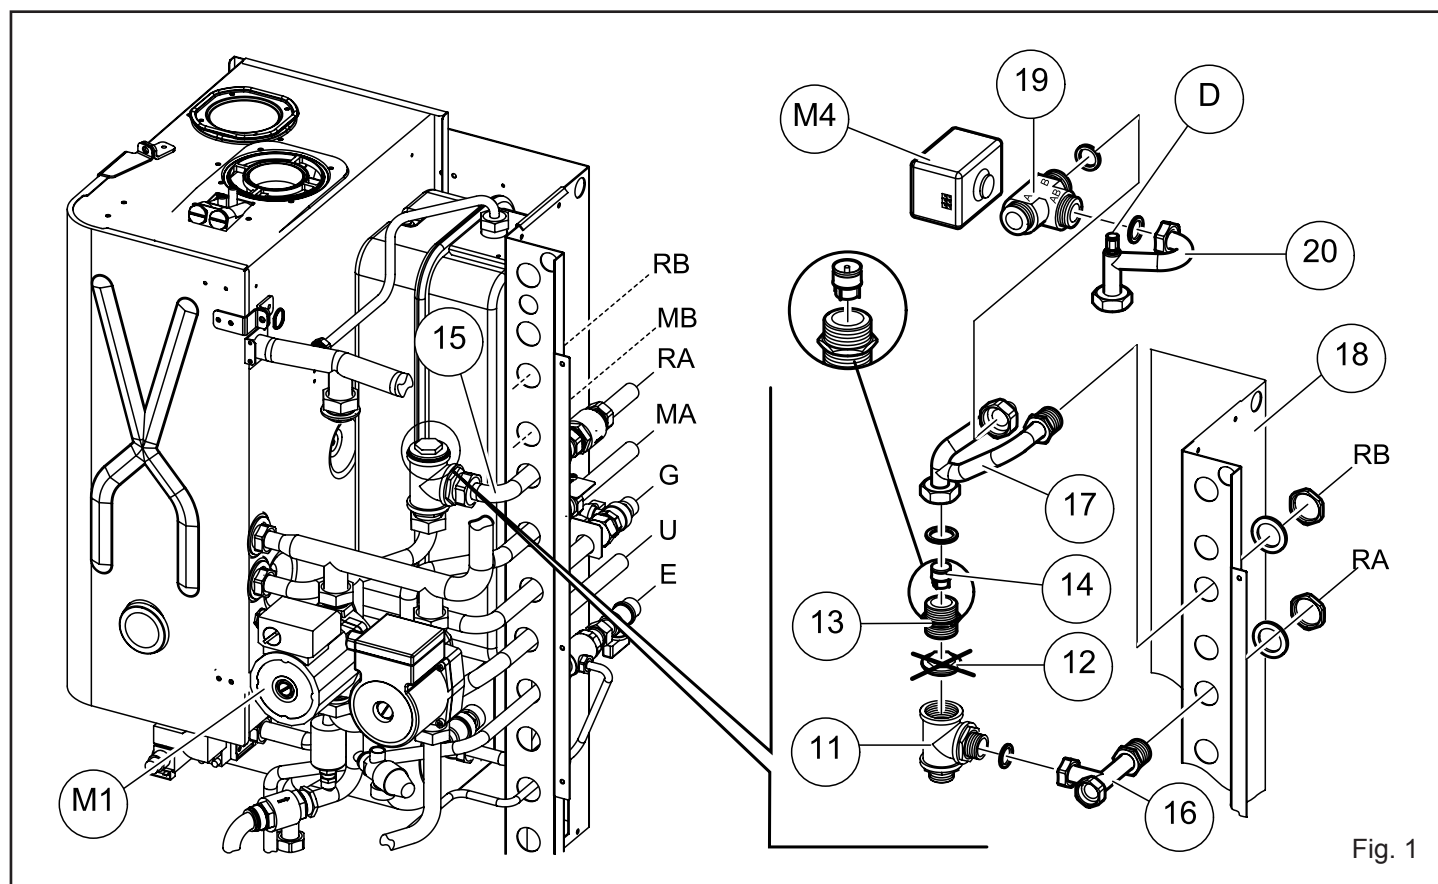

Fig. 1
• **Circolatore zona alta temperatura:** con l'utilizzo del Kit Bassa Temperatura, il circolatore relativo al riscaldamento già presente in caldaia viene dedicato alla circolazione della zona ad alta temperatura. A tal proposito, scollegare il connettore di alimentazione del circolatore di riscaldamento impianto (M1) (vedi Fig.1) dal cablaggio di caldaia (il connettore si trova immediatamente sopra al relativo circolatore). Collegare il connettore maschio presente nel cablaggio della scatola di allacciamento ed indicato con la targhetta "Z1" al connettore femmina proveniente dal circolatore in questione (M1) (vedi Fig.1).
- Cavo marrone (L) \Leftrightarrow morsetto di fase del circolatore;
- Cavo blu (N) \Leftrightarrow morsetto di neutro del circolatore.
• **Valvola miscelatrice a tre vie:** collegare al motorino (M4) della valvola tre vie (19) il cavo uscente dalla scatola d'allacciamento indicato con la targhetta "TRE VIE".
• **Termostato di sicurezza:** collegare il cavo uscente dalla scatola di allacciamento contrassegnato con la targhetta "T. SIC" ai terminali fast-on del termostato di sicurezza (F) fissato in precedenza sul tubo (25).
• **Sonda di temperatura NTC:** collegare il cavo uscente dalla scatola di allacciamento contrassegnato con la targhetta "NTC" alla sonda di temperatura (C) fissata in precedenza sul tubo (25), coprire la sonda con il cappuccio presente nel cavo.
Terminate le fasi di allacciamento elettrico, è consigliabile impostare la temperatura di mandata impianto bassa temperatura attraverso il trimmer R4 presente sulla scheda elettronica di gestione zona. Chiudere il cruscotto di caldaia e fissare il coperchio della scatola del kit. Ripristinare la corretta pressione dell'acqua nell'impianto di riscaldamento mediante l'apposito rubinetto di riempimento. Durante questa operazione, sfiatare ripetutamente l'impianto agendo sulla valvola di sfiato (D) posizionata sul tubo (20) (vedi Fig. 1).
Dare tensione alla caldaia e controllare che ogni termostato ambiente (o C.A.R. se presente) attivi i relativi circolatori. Per una più veloce disaerazione dell'impianto Bassa Temperatura, con richiesta attiva, aprire manualmente l'otturatore della valvola miscelatrice agendo sull'apposita leva posta sul motorino (M4) (vedi Fig. 1).